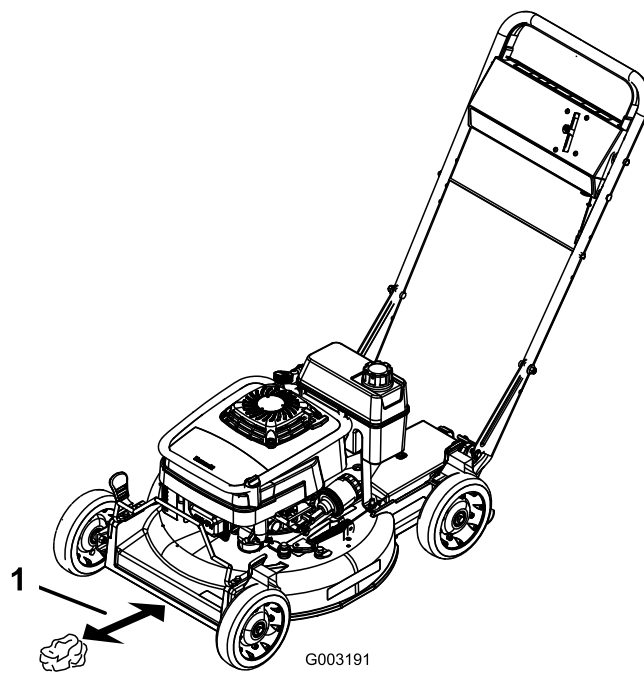
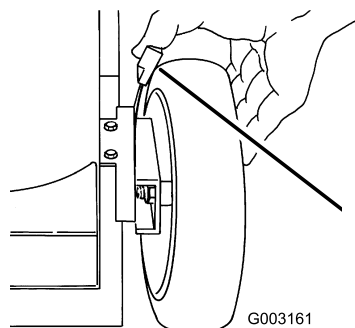

Figura 16
Figura 21
3. Ajuste las cuatro ruedas a la altura de corte de 64 mm (Figura 21).
4. Mueva el control de velocidad sobre el terreno a la posición de Punto muerto (N).
5. Tome media página de periódico y haga una bola con ella que sea lo suficientemente pequeña como para pasar por debajo de la plataforma (unas 76 mm de diámetro), según muestra Figura 16.
6. Coloque la bola de papel de periódico a unas 12,7 cm por delante del cortacésped (Figura 16).
- A. Coloque la bola de papel de periódico a unas 12,7 cm por delante del cortacésped (Figura 16).
1. Tire de la palanca de ajuste de la altura de la rueda hacia la rueda (Figura 21) y muévala a la posición deseada.